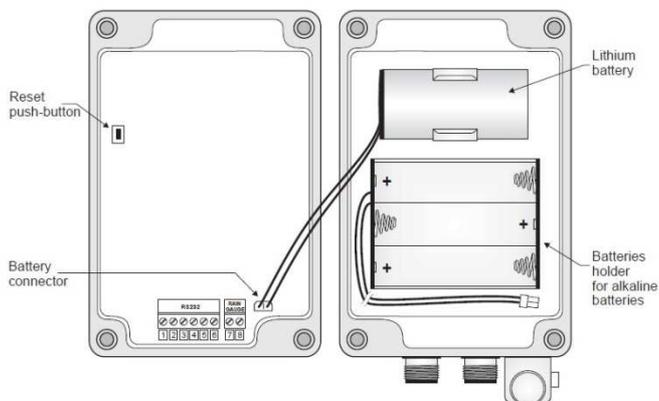

Abbildung 5: Innenansicht des Datenloggers
6. Alternativ zur Lithium-Batterie können drei 1,5 V Alkalibatterien verwendet werden; sie werden in das in Abb. 5 gezeigte Fach eingesetzt; verbinden Sie in diesem Fall den Batteriehalteranschluss mit dem Batterieanschluss an der Platine des Gerätes